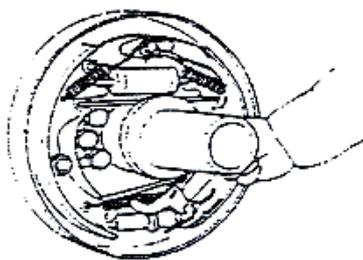

Рисунок 2-23
(2) Осмотрите стакан поршня на предмет повреждений и деформации. Замените стакан при наличии неисправности.
(3) Измерьте свободную длину пружины тормозного цилиндра. Замените, если она превышает базовый уровень.
(4) Измерьте толщину фрикционного диска. Замените его, если износ превышает допустимый. Рис. 2-23 Стандартная толщина: 8,0 мм; Минимальная толщина: 2,0 мм
(5) Осмотрите внутреннюю поверхность тормозного барабана на предмет повреждений и неравномерного износа. Затем выправьте тормозной барабан на шлифовальном станке. Если выправить невозможно — замените.